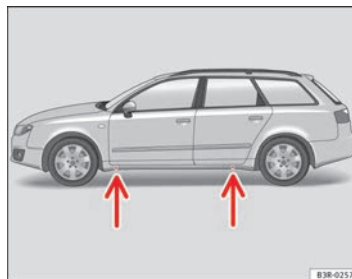

Fig. 196 Cambio di una ruota: Punti di appoggio per il cric
- Applicare il cric al montante inferiore della vettura nel **punto di appoggio** più vicino alla ruota da sostituire ⇒ pag. 268, fig. 196 -freccie-.
Sul montante inferiore sono segnati i punti a cui applicare il cric ⇒ pag. 268, fig. 196 -freccie-. È previsto un punto di presa per ogni ruota. Non collocare il cric in altri punti.